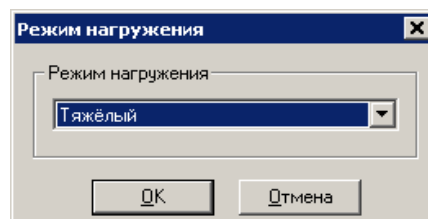

Рис. 3.5 Диалоговое окно выбора режима нагружения.
**Задать режим работы** – вызывает меню (рис. 3.5) выбора режима нагружения (постоянный, тяжелый, средневероятностный, средненормальный, легкий, очень легкий, задан пользователем). Если выбран режим, заданный пользователем, автоматически запустится редактор задания графика переменной нагрузки.